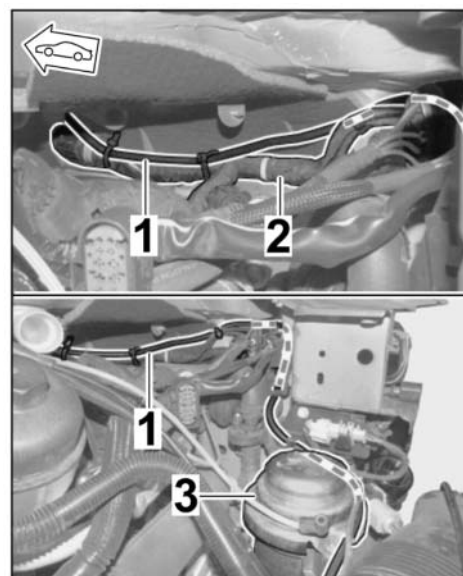

Bild 15
- 3.5 Leitungssatz Sport-Abgasanlage $\Rightarrow$ Bild 15 -1- im Motorraum rechts verlegen und mit Kabelbinder an serienmäßigen Leitungssatz Motor befestigen.